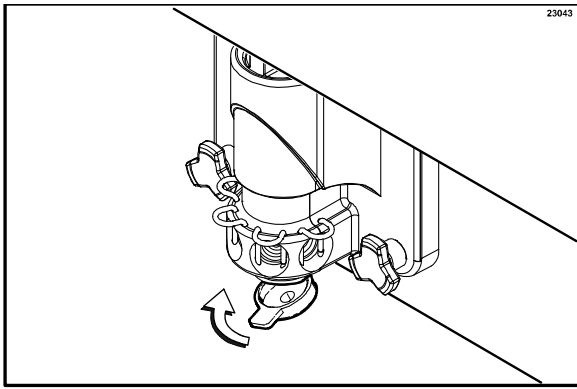

Abbildung 27
8. Bringen Sie die Drosselkappe am Zapfauslass des Frontverschlusses an. (Siehe Abbildung 27.)